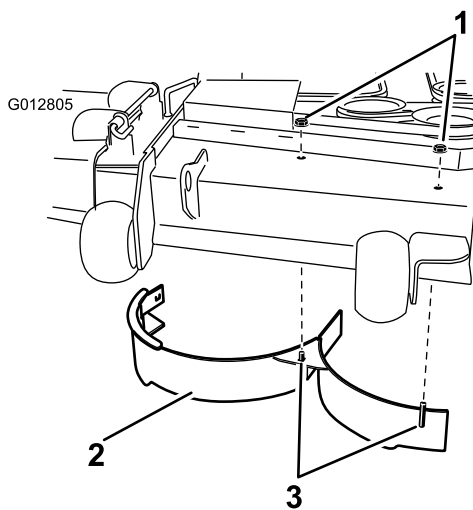

Bild 34
10. Entfernen Sie die zwei Sicherungsmuttern (5/16"), mit denen die geschweißten Streben des rechten Ablenklechs oben am Mähwerk in der Mitte und rechts von der Mittelstellung befestigt sind (Bild 34). Entfernen Sie das rechte Ablenklech vom Mähwerk.